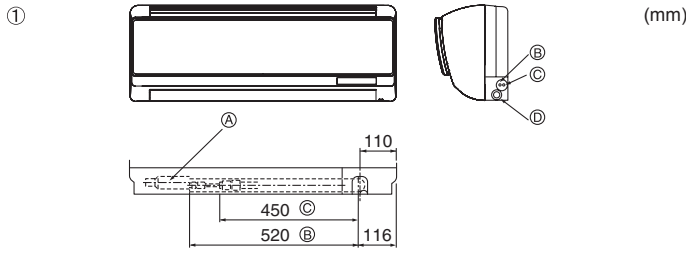

Fig. 4-2
① Soğutucu ve drenaj borularının yerleri (Fig. 4-2)